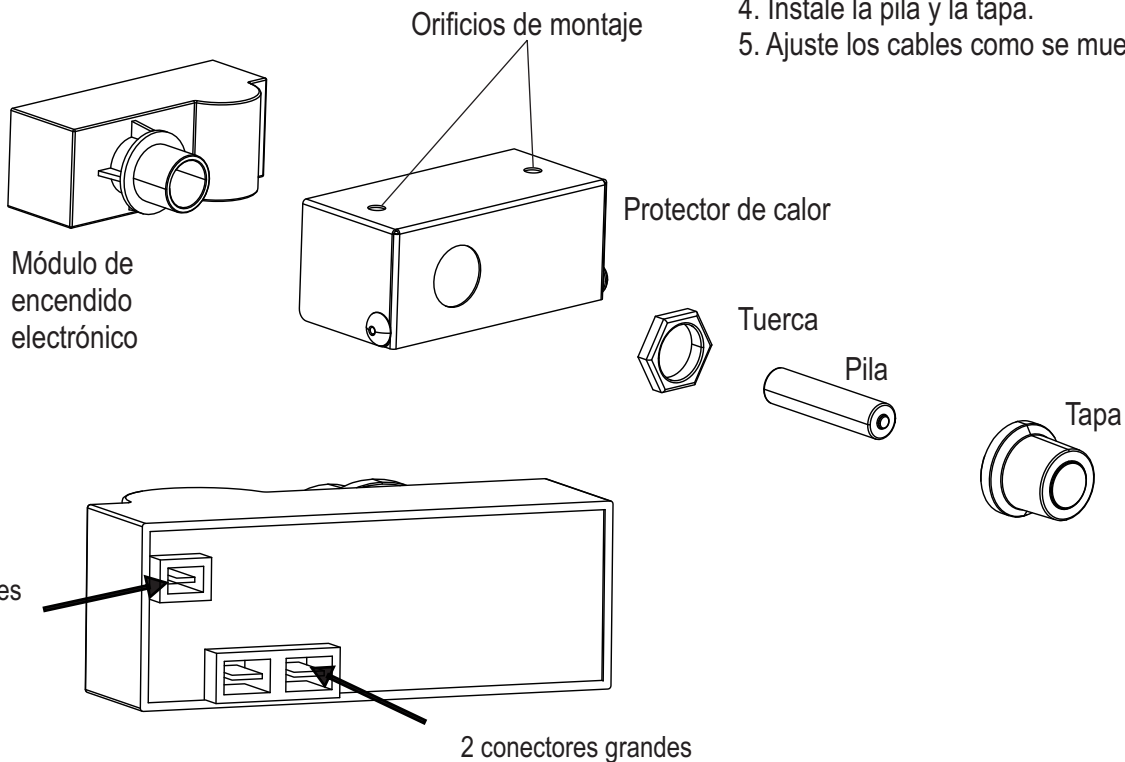

Figura 3
Este quemador lateral se ha suministrado con suficiente cable para montar el módulo de encendido en el lugar que se muestra en la Figura 1. El módulo de encendido se puede montar en un lugar diferente al extender los cables del interruptor y los cables del encendedor. Utilice el encendedor kit de extensión de alambre # 80025228, incluido. Las conexiones de pala de los cables de extensión deben ser envueltos con cinta aislante aislado o envoltorio para evitar la formación de arcos de los alambres del encendedor al marco cocina. Esto presenta un peligro de descarga eléctrica y también puede afectar el rendimiento del sistema de encendido electrónico. Asegúrese de encaminar los cables lejos de los bordes afilados que puedan cortar o dañar el aislamiento. También asegúrese de ruta del cable de manera que no se les permitirá entrar en contacto con superficies calientes. NOTA: El módulo de encendido debe estar montado para tener un fácil acceso al compartimento de la batería para el reemplazo de la batería. Ver Figura 2. Conecte los cables a las conexiones de pequeñas y grandes en la parte posterior del módulo de encendido. Vea la Figura 3.
Asegúrese de enrutar todos los cables lejos de bordes filosos que puedan cortar o dañar el aislamiento. También asegúrese de enrutar el cable de manera que no pueda entrar en contacto con superficies calientes. NOTA: La caja de la batería de 9V debe ser montada de modo que se tenga un fácil acceso al compartimento de la batería para reemplazarla. La caja de la batería debe quitarse del soporte de montaje para quitar la batería como se muestra en la Figura 2 a continuación. Conecte el conector del arnés de los cables de la caja de la batería al conector correspondiente en el arnés del cable del LED del quemador lateral situado en el panel del lado izquierdo inferior sobre la cámara de combustión del quemador lateral (ver la Figura 3).
3. Retire el quemador interno, vea la Figura 3.